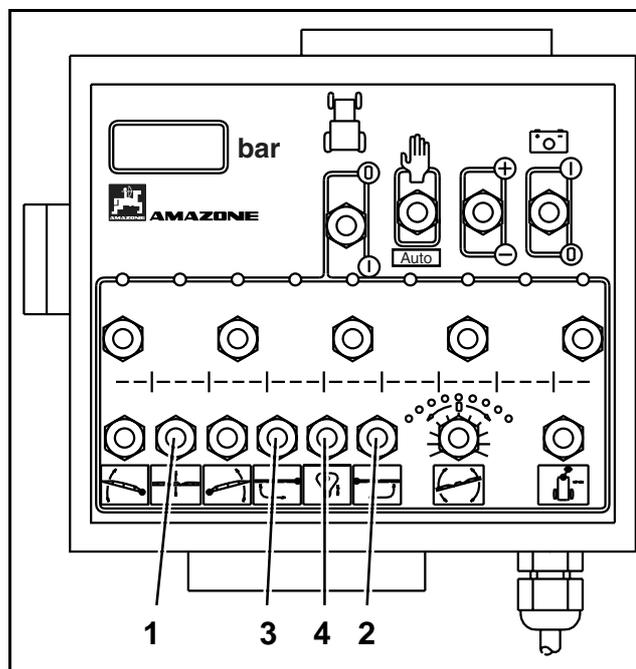

Fig. 8.37
- Para ello activar el pulsador (Fig. 8.37/1) y mediante la regulación hidráulica de altura elevar el varillaje hasta una posición media.
- Para ello mantener el pulsador (Fig. 8.37/2) en posición „Desplegar“ hasta que los segmentos individuales del brazo derecho de extensión estén completamente desplegados. Los correspondientes cilindros hidráulicos bloquean el varillaje en posición de trabajo.
- Para ello mantener el pulsador (Fig. 8.37/3) en posición „Desplegar“ hasta que los segmentos individuales del brazo izquierdo de extensión estén completamente desplegados. Los correspondientes cilindros hidráulicos bloquean el varillaje en posición de trabajo.
- **Desbloquear la compensación de oscilaciones mediante el pulsador (Fig. 8.37/4) de la posición de transporte.**
- Ajustar la altura de rociado del varillaje mediante el pulsador (Fig. 8.37/1) para la regulación hidráulica de altura.